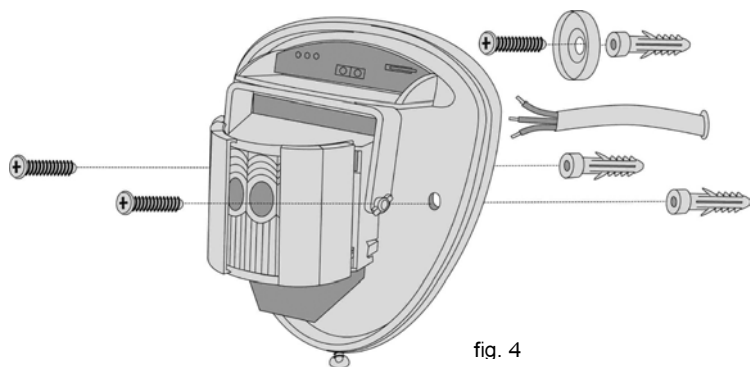

fig. 4
- 3) Fare passare il cavo d'allarme standard a 12 conduttori nell'apposito ingresso; spellare i fili e collegarli alla morsettiera rimovibile come illustrato nella fig. 7. Avvitare l'unità alla parete verificando che il perno antimanomissione sia posizionato correttamente e che il microinterruttore antimanomissione sia chiuso. **Vedere fig. 4 e 5.** Per agevolare l'installazione, vengono forniti due piedini antimanomissione di riserva, uno di 1mm e l'altro di 2mm più lunghi rispetto al piedino originale montato. Il piedino antimanomissione è un sistema d'innesto a scatto: per estrarlo tirarlo con cautela dal perno. **Vedere fig. 2.**